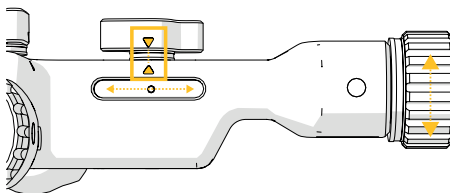
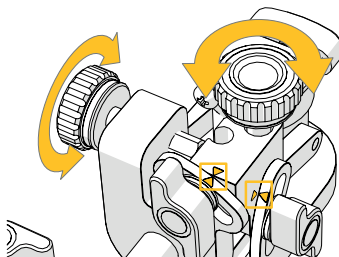

図2：矢印の位置合わせのためにホイールを調整します。
図3：矢印の位置合わせのためにホイールを調整します。
- ✓ プレジジョンターゲティングシステムを設定する前に、図2と図3の矢印マークが一致するようにノブを調整します。
3. 図2の矢印マークが一致するように、長さ調整ノブを調整します。アームの公称位置は、矢印の頭を揃えることによって得られます。
4. 図3の矢印マークが一致するように、回転調整ノブを調整します。アームの公称位置は、矢印の頭を揃えることによって得られます。